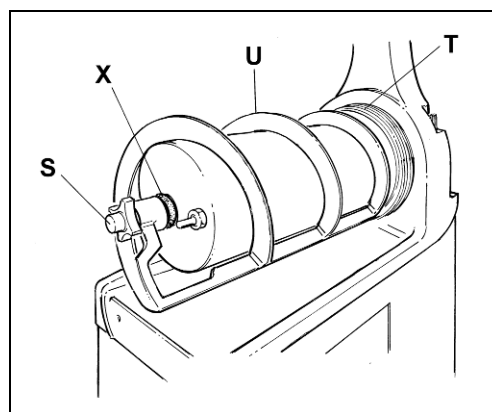

Fig. 5
- **E**xtraiga la manilla de fijación S en sentido horario (roscado izquierdo) y proceda a extraer el grupo de mezclado U y las juntas de estanqueidad X y T (véase fig.5).